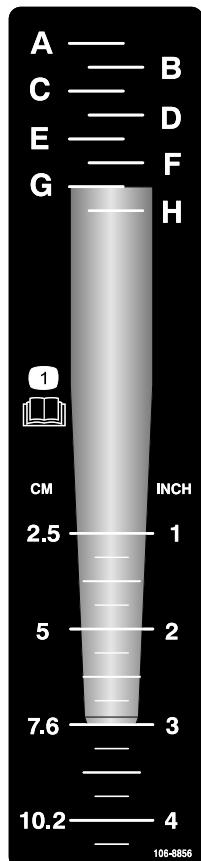

图23
1. 如图23 所示将需要进行调节的打孔针放在深度标贴上同时将针尖与所需的打孔深度对齐。
2. 确定与打孔针安装端对齐的字母设定值 图23。将深度控制器调整到标贴上相应的字母。